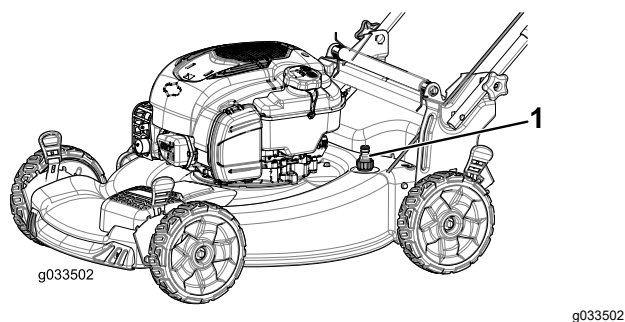

Рисунок 21
5. Присоедините садовый шланг, подключенный к источнику воды, к промывочному отверстию в корпусе (Рисунок 21).